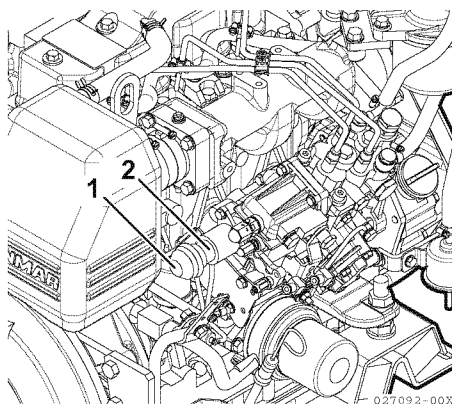

Abbildung 5
Wenn sich der Motor nicht mit dem Stoppschalter des Bedienbretts abschalten lässt, stoppen Sie den Motor durch Drücken der Taste (**Abbildung 5, (1)**) auf der Rückseite des Stopp-Magneten (**Abbildung 5, (2)**).